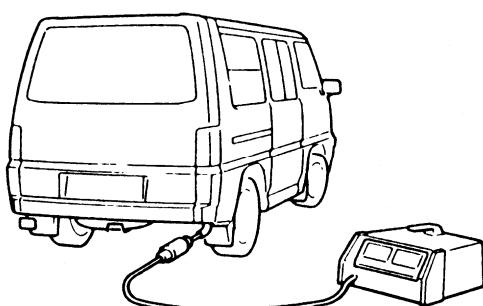

图 2-126 安装一氧化碳测试器
(3) 起动发动机并使发动机怠速运转。
(4) 检查点火正时。必要的话，调整点火正时。点火正时标准值应在上止点前 5° ±2°。
(5) 如图 2-126 所示，安装一氧化碳测试器。